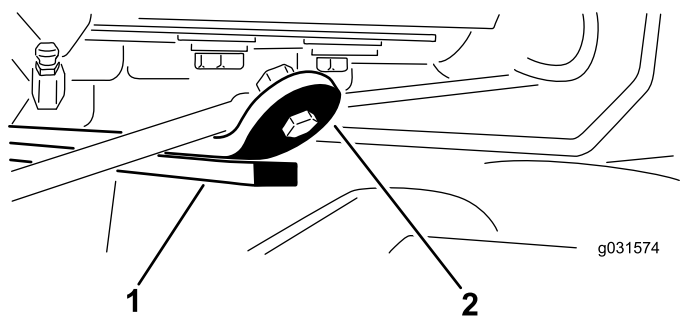

図 15
3. エンジンを始動し、昇降アームを上昇させて、後カッティングユニット上部にあるウェアのウェアストラップとバンパーストラップとの間のすき間が、0.51-2.54 mm になっていることを確認する 図 15。